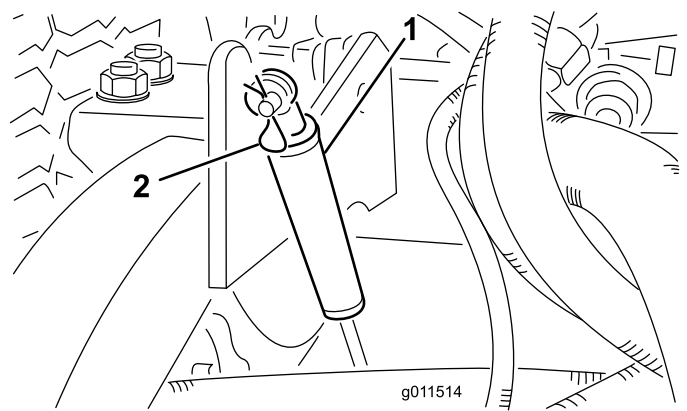

Figura 5
6. Retire los pasadores de horquilla que sujetan los amortiguadores a los brazos de elevación de las unidades de corte (Figura 5).